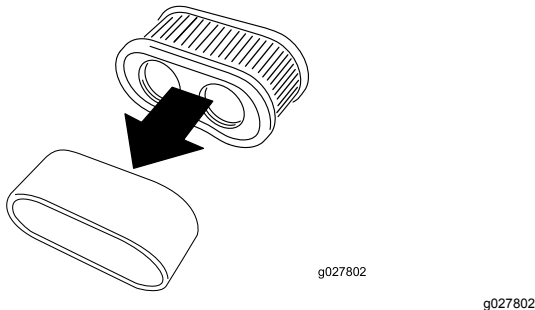

Figura 43
5. Separe os filtros de esponja e papel (Figura 43).